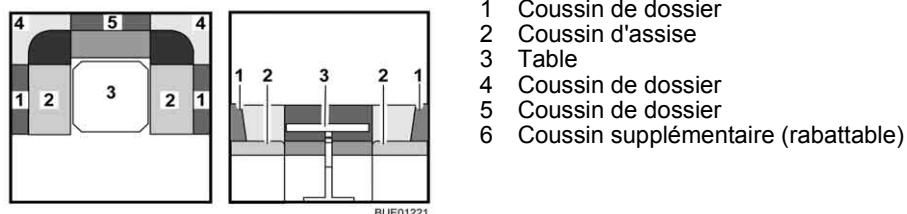

Fig. 89 Avant la transformation
- Convertir la table (Fig. 89,3) en sommier de lit (voir paragraphe 6.12).